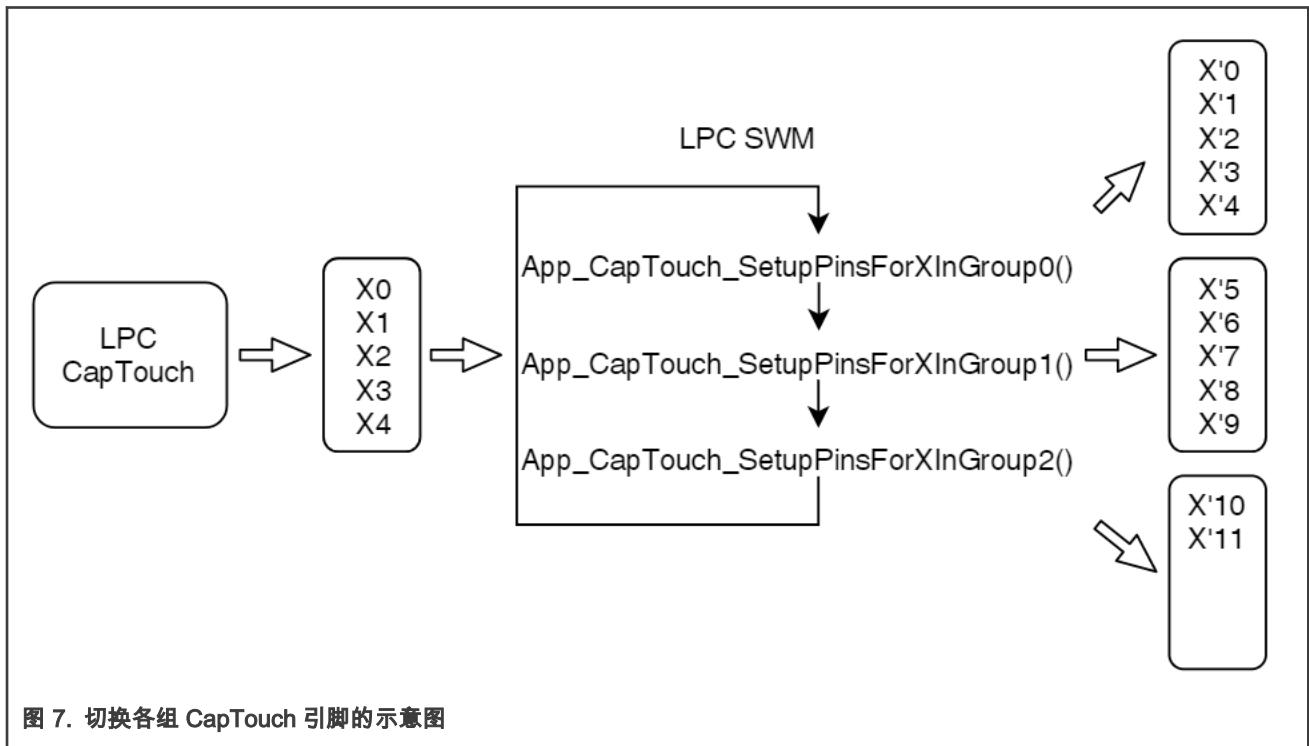

图 7. 切换各组 CapTouch 引脚的示意图
- App_CapTouch_ScanDoneHandler () 包括以下步骤：停止最近完成的序列；将组索引移至下一个；为下一个组准备引脚设置；最后启动对下一个组的扫描。参见 图 7 切换不同组 CapTouch 引脚的示意图。